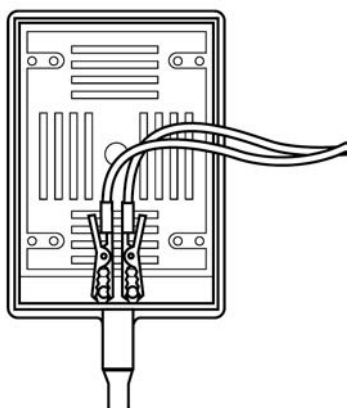

Figura 15 Collegamento del connettore del trasduttore
- b** Collegare i conduttori rossi alle viti zigrinate a testa cilindrica sul connettore del trasduttore come illustrato nella **Figura 15**.